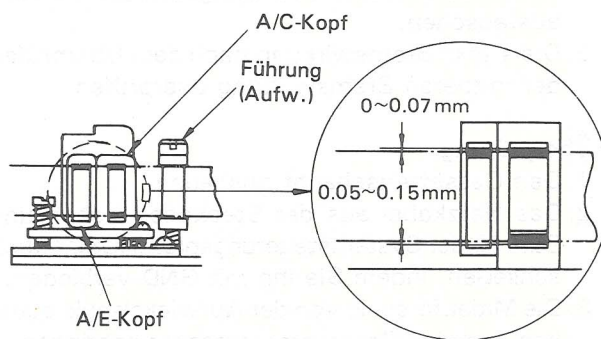

Abbildung 25
3. Überprüfen, ob der A/C-Kopf gegenüber dem Band die richtige Höhe und Neigung aufweist, wie in Abbildung 25 gezeigt.
\* Wenn sich irgendeine Unregelmäßigkeit beim Transport zeigt, die folgenden Einstellungen durchführen und sich dabei nach Abbildung 23 und Abbildung 25 orientieren.
4. Sollte eine Einstellung notwendig sein, diese mit Hilfe der Schraube (2) vornehmen. Die Schraube (2) dabei sehr langsam drehen.
5. Die Höhe des A/C-Kopfes sollte gegenüber dem Band wie in Abbildung 25 gezeigt eingestellt werden.
6. Höhe, Neigung und Azimut des A/C-Kopfes wie in Abbildung 25 gezeigt einstellen.